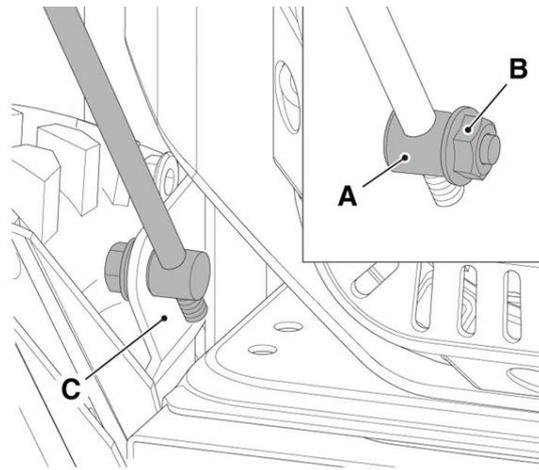

Abb. 5
4. Installieren Sie das Gestänge für die Winkelverstellung der Kehrwalze gemäß Abb. 5. Entfernen Sie hierzu Mutter B vom Gelenk A, stecken diese durch das Aufnahme-Loch von C und ziehen Sie die Mutter B wieder fest.